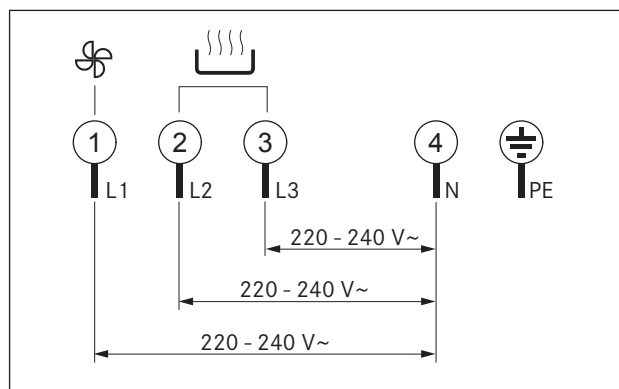

Abb. 6.36 Koblingsskjema 3-fasetilkobling
- ▶ Koble strømledningen til strømtilkoblingen [2] til platetoppen med avtrekk i henhold til Abb. 9.36 ved å følge koblingskjema (se fig. 6.36 Koblingskjema).